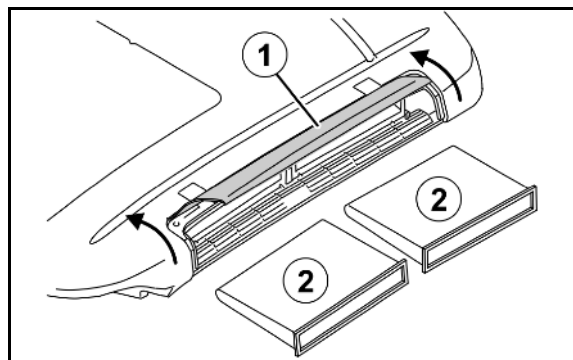

Fig. 188
1. Afmonter recirkulationsgitteret (Fig. 188/1).